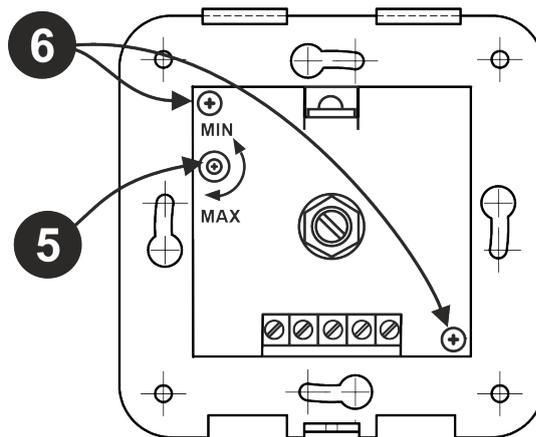

Рис.3
**5.4** Минимальная скорость вентилятора задаётся регулировочным резистором (5) под декоративной крышкой панели регулятора. (Рис. 3) Настройка минимальной скорости производится в крайнем левом положении основной ручки регулятора, сразу после щелчка включения.
Снимите крышку, как указано в пункте 4.2. Открутите крепежные саморезы (6) (Рис.3), крепящие алюминиевый теплоотвод и выньте регулятор из корпуса. Запасной предохранитель находится на обратной стороне печатной платы в держателе предохранителя. Выньте запасной предохранитель и вставьте вместо перегоревшего. Соберите регулятор соблюдая все меры безопасности.